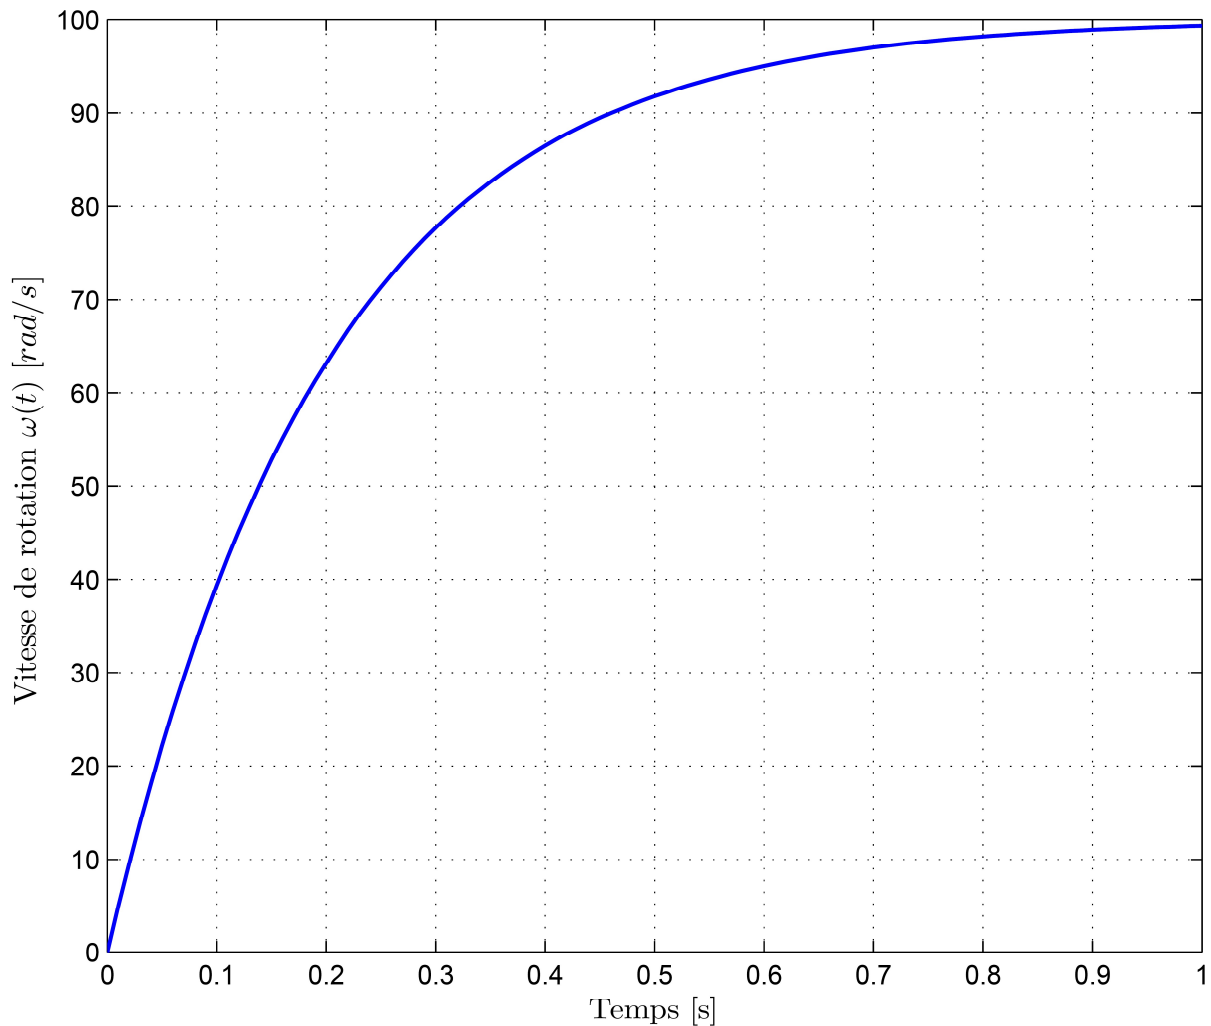

Fig.2—Réponse indicielle du moteur à un échelon de tension d'amplitude 10 V ($c_r(t) = 0$)
1.2. Pour $c_r(t) = 0 \text{ N.m}$, on donne sur la figure 2 le relevé de la réponse indicielle du moteur pour un échelon en tension d'amplitude 10 V . Identifier les valeurs de K_1 et τ_1 de la fonction de transfert $H_1(p)$.